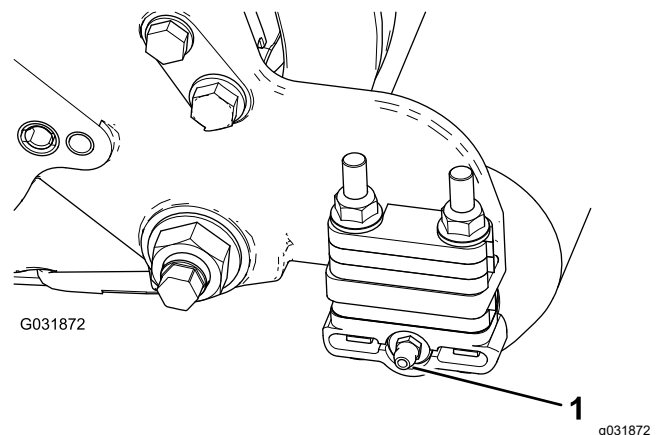

Figure 6
2. Montez le graisseur à 90° face à l'arrière (Figure 6).